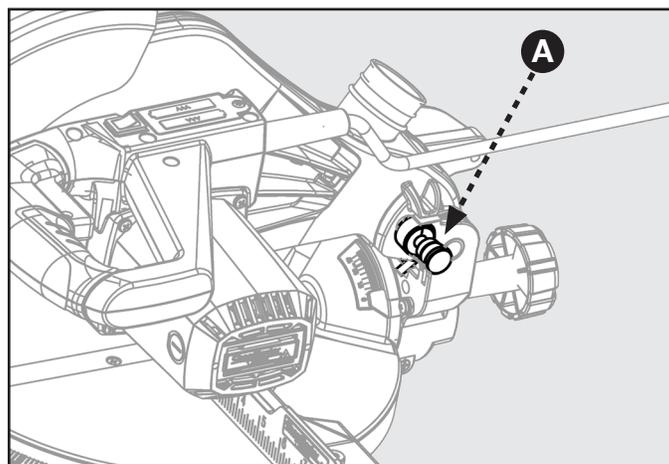

FIGURA 2
1. La sierra se envía con el brazo asegurado en la posición hacia abajo, tal como se muestra en la Figura 2. Para soltar el brazo, empújelo hacia abajo, corte el sujetador de plástico y libere el pasador de bloqueo (A).
2. El pasador de bloqueo (A) se utiliza solo para el almacenamiento y el transporte. La sierra no debe bloquearse en la posición hacia abajo durante los cortes.